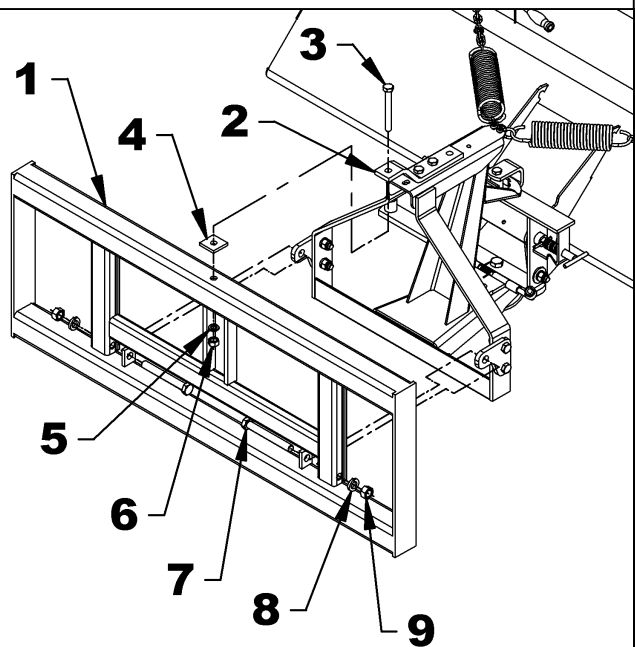

Figure 8B
3. **Figure 8B ou 10B:** Fixer la section inférieure de l'arrière du balai (item 2) à l'attache (item 1) à l'aide des 2 boulons hex. 3/4"NC x 6" lg. (item 7), rondelles de blocage 3/4" (item 8) et écrous hex. 3/4"NC (item 9).
**NOTE :** les items 1, 7, 8 et 9 sont inclus avec l'ensemble de l'attache « loader » #8161.
4. **Figure 8B ou 10B:** Fixer la section supérieure de l'arrière du balai (item 2) à l'attache (item 1) à l'aide du boulon hex. 5/8"NC x 5" lg. (item 3), de l'espaceur 2" x 2" x 5/16" (item 4), de la rondelle de blocage 5/8" (item 5) et de l'écrou hex. 5/8"NC (item 6).
**NOTE :** les items 1, 3, 4, 5 et 6 sont inclus avec l'ensemble de l'attache « loader » #8161.